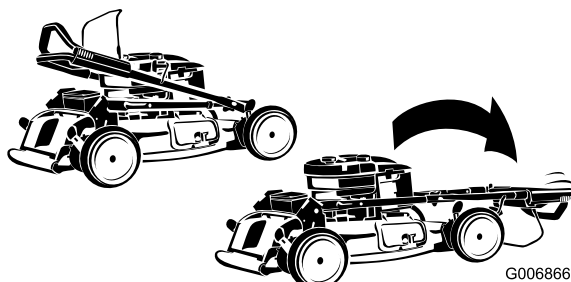

Bild 3
1. Schieben Sie den oberen Griff vorsichtig nach vorne, bis die Griffhälften ausgerichtet sind und eng anliegen, siehe (Bild 3).